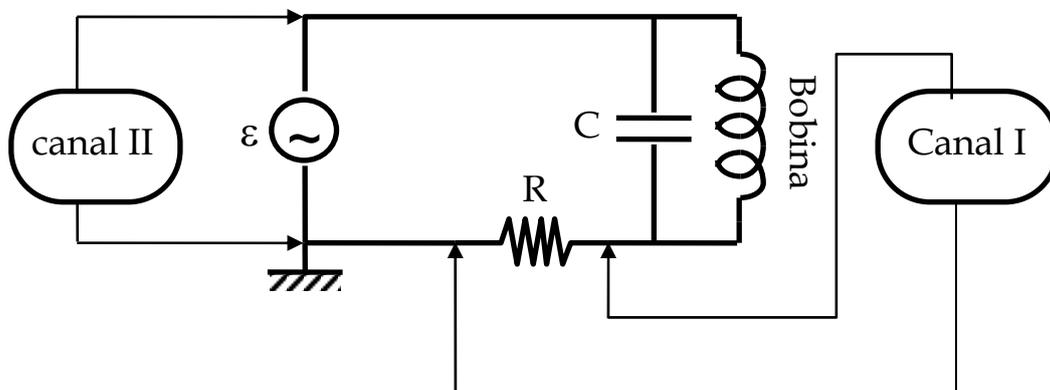

Figura 3. Circuito resonante paralelo
Otro circuito resonante muy empleado es el circuito RLC paralelo, que en cierto modo tiene propiedades complementarias respecto del RLC serie. La figura 3 es el esquema del circuito que vamos a estudiar, cuyas ecuaciones teóricas pueden deducirse análogamente a las deducidas anteriormente para el circuito serie. Sin embargo, a diferencia del caso anterior, hay que considerar la resistencia de la bobina  $R_B$ . Si no la consideramos, el factor de calidad de la resonancia sería  $\infty$ , ya que no se disiparía energía en el circuito (la impedancia del paralelo bobina-condensador,  $Z_{BC}$  sería  $\infty$  en la resonancia, y por tanto no pasaría corriente por R). El cálculo exacto es bastante complicado, pero podemos obtener relaciones sencillas, si tenemos en cuenta las aproximaciones:  $R_B \ll L\omega$  y cerca de la resonancia  $Z_{BC} \gg R$ . Con estas consideraciones se puede obtener:
Montar el circuito de la figura 3. Repetir las medidas de los apartados 2.1 y 2.2 para el circuito paralelo. La frecuencia de resonancia sigue siendo el valor de  $\omega$  que hace que el desfase sea cero, y por lo tanto, sigue cumpliéndose (4). Sin embargo, observar que el comportamiento de dicho circuito es diferente al del apartado 2, tal y como se puede deducir a partir de las expresiones (7) y (8). En la determinación del desfase  $\Phi$  hay que considerar el signo a partir del análisis de (8). Para analizar los resultados conviene medir el valor de  $R_B$  con un polímetro (desconectando previamente la bobina del circuito).